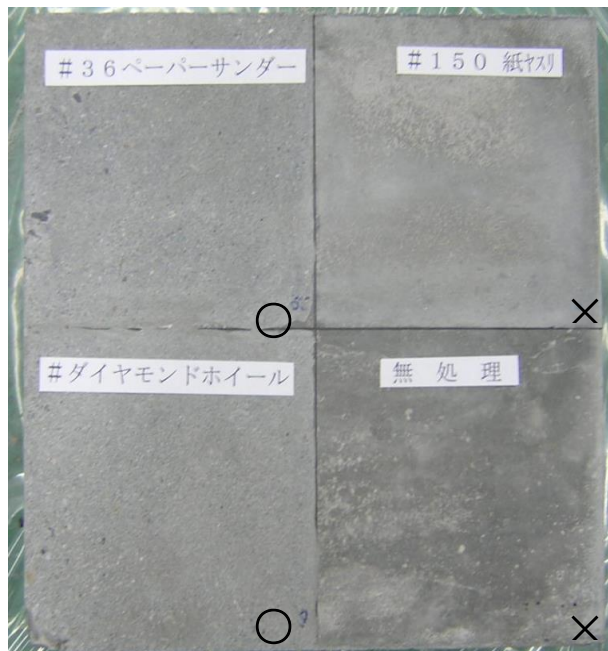

図3 下地処理の目安 (○：良 ×：不良)
- ・ コンクリート下地処理に用いるディスクサンダー等は、細骨材が露出する程度に行う。図3にその一例を示す。